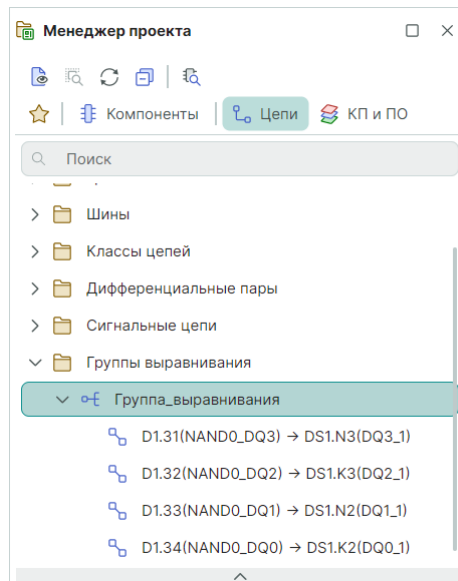

Рис. 368 Отображение групп выравнивания в панели «Менеджер проекта»
4. Группа выравнивания отображается в дереве панели «Менеджер проекта», см. Рис. 368.